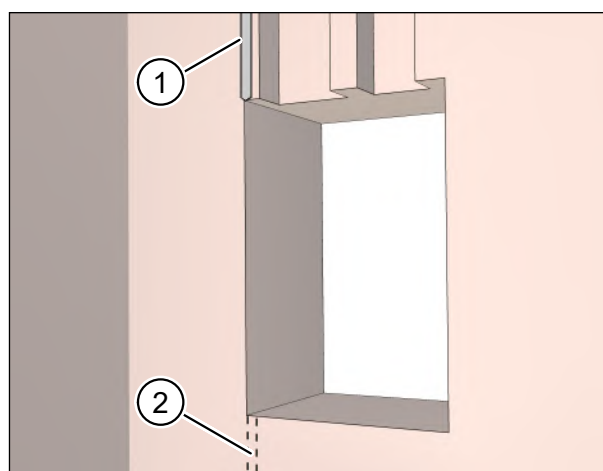

Fig. 18: Fresatura degli incavi nei muri per i cavi d'allacciamento
- ▶ Fresare una canalina per cavi per il cavo di rete e di comando (pos. 1 nella Fig. 18).
L'incavo nel muro nella Fig. 18 è in via d'esempio. Un incavo nel muro alternativo è rappresentato tratteggiato (pos. 2 nella Fig. 18). Per la successiva installazione elettrica è consigliabile fare passare il cavo di rete e di comando da sinistra dall'apertura del muro.